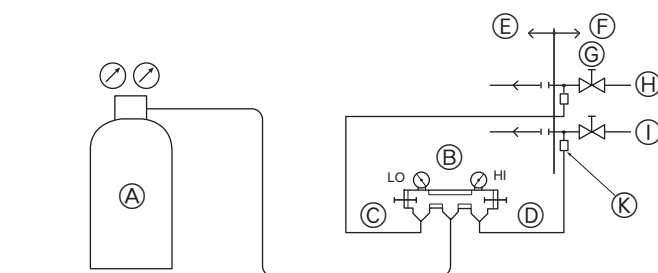

Fig. 5-11
① Έλεγχος αεροστεγανότητας (Fig. 5-11)